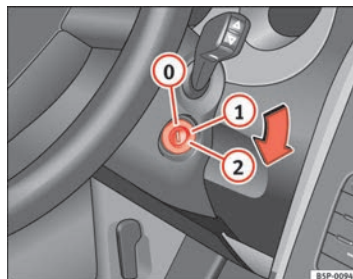

Abb. 138 Stellungen des Zündschlüssels
In dieser Stellung ⇒ Abb. 138 sind die Zündung und der Motor ausgeschaltet und die Lenkung kann gesperrt werden.
- Drehen Sie den Zündschlüssel in Stellung ⇒ Seite 174, Abb. 138 ①. Beim Vorglühen des Motors leuchtet die Kontrollleuchte  auf.
- Wenn die Kontrollleuchte ausgeht, drehen Sie den Zündschlüssel in Stellung ② zum Anlassen des Motors - geben Sie kein Gas.
- Drehen Sie den Zündschlüssel in Stellung ⇒ Seite 174, Abb. 138 .